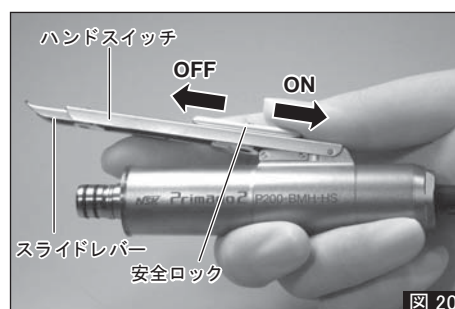

図 20
- 3) ハンドスイッチを持ち上げ、安全ロックをONにスライドさせます (図 20)。